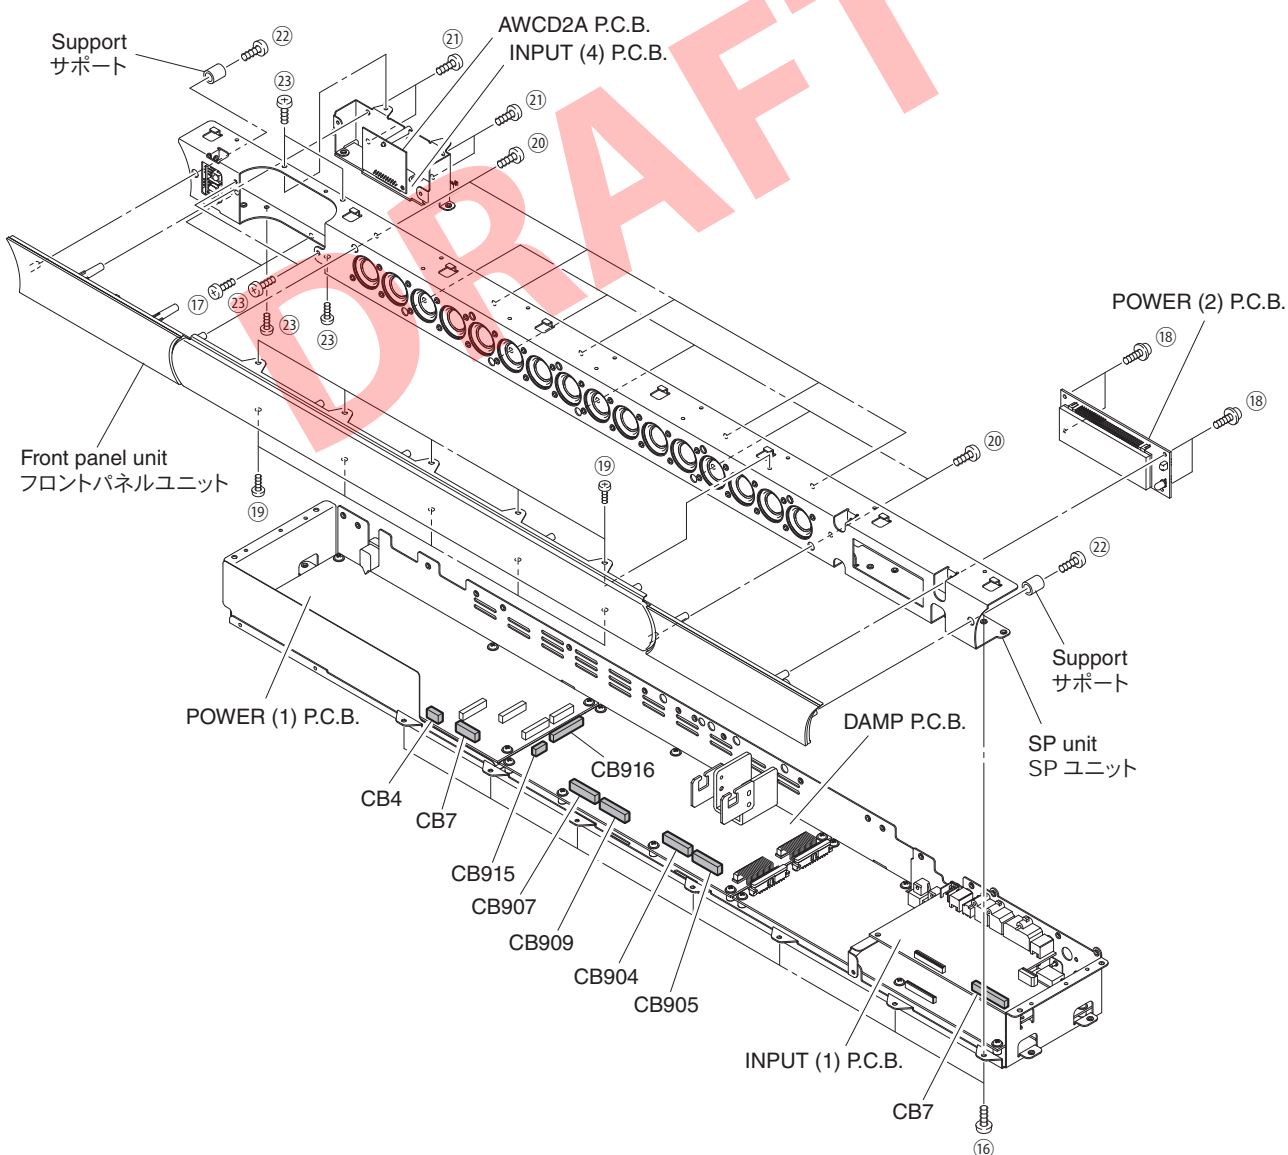

Fig. 5
**11. Removal of POWER (2) P.C.B.**
- Remove 7 screws (16) and 2 screws (17). (Fig. 5)
- Remove CB4, CB7 (POWER (1) P.C.B.), CB7 (INPUT (1) P.C.B.), CB904, CB905, CB907, CB909, CB915 and CB916. (Fig. 5)
- Remove 4 screws (18). (Fig. 5)
- Remove the POWER (2) P.C.B. (Fig. 5)
- Remove 10 screws (19), 10 screws (20) and 4 screws (21). (Fig. 5)
- Remove 2 screws (22) together with the support. (Fig. 5)
- Remove the front panel unit. (Fig. 5)
**13. Removal of AWCD2A P.C.B. and INPUT (4) P.C.B.**
- Remove 6 screws (23). (Fig. 5)
- Remove the AWCD2A P.C.B. together with the INPUT (4) P.C.B. (Fig. 5)
**11. POWER (2) P.C.B. の外し方**
- ①⑥のネジ7本、①⑦のネジ2本を外します。(Fig. 5)
- CB4, CB7 (POWER (1) P.C.B.)、CB7 (INPUT (1) P.C.B.)、CB904、CB905、CB907、CB909、CB915、CB916を外します。(Fig. 5)
- ①⑧のネジ4本を外します。(Fig. 5)
- POWER (2) P.C.B.を外します。(Fig. 5)
- ①⑨のネジ10本、①⑩のネジ10本、①⑪のネジ4本を外します。(Fig. 5)
- ①⑫のネジ2本をサポートと一緒に外します。(Fig. 5)
- フロントパネルユニットを外します。(Fig. 5)
**13. AWCD2A P.C.B.、INPUT (4) P.C.B. の外し方**
- ①⑬のネジ6本を外します。(Fig. 5)
- AWCD2A P.C.B.をINPUT (4) P.C.B.と一緒に外します。(Fig. 5)